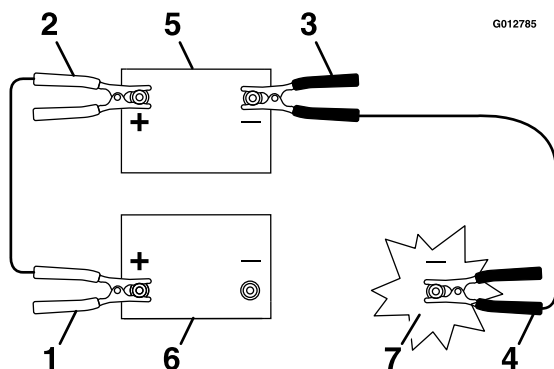

Figura 70
3. Conecte el cable positivo (+) al borne positivo (+) de la batería descargada que está conectado al motor de arranque o al solenoide, según se indica en Figura 70.